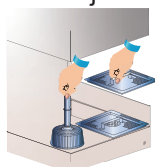

Fig. 14
- Si présentes, retirer les filtres de surface et les nettoyer avec une brosse sous l'eau courante (voir Fig. 14).